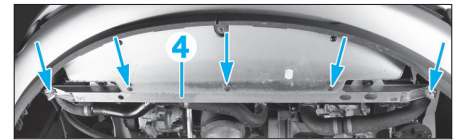

Fig. 54
- Déposer la traverse de radiateur (4) (Fig.54).